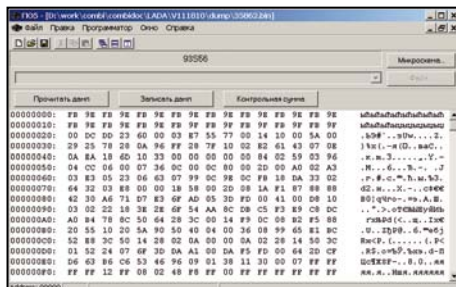

Рисунок 7. Окно программы ro5pc
7.4.1 В меню программы «Файл» > «Открыть» выбрать файл дампа с расширением bin. Файл откроется в окне редактора рисунок 7.